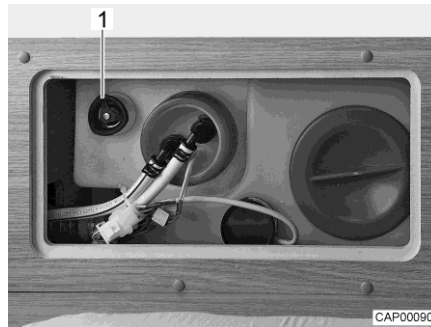

Bild 91 Vattentank med ratt
- Vrid ratten (Bild 91,1) på vattentanken moturs mot motståndet till stoppläget för att öppna utloppsöppningen helt.